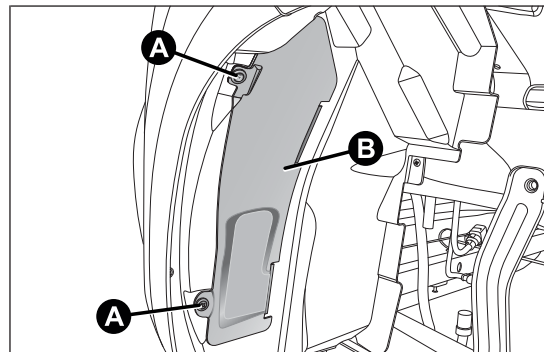

fig. 131
- ☐ actuar en las lengüetas A fig. 131 y retirar la tapa B;